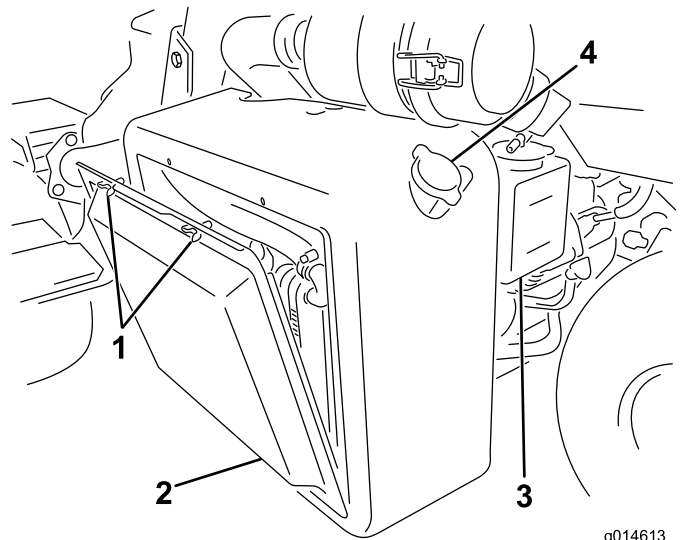
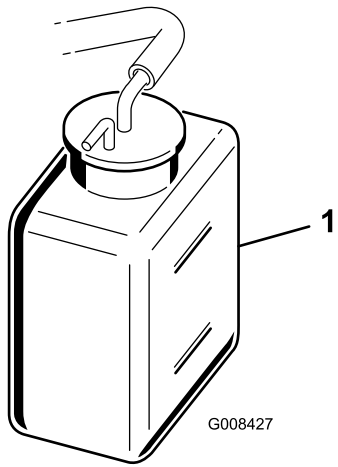

Bild 47
Bild 48
1. Entfernen Sie das Gitter (Bild 47).
2. Prüfen Sie den Kühlmittelstand (Bild 47 und Bild 48).